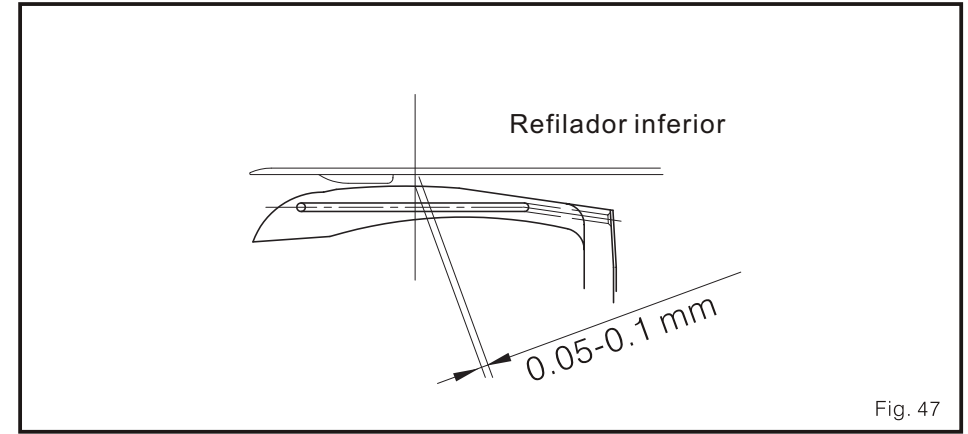

Fig. 47
- (3) O espaço do refilador inferior até a parte superior do looper é de 0.05-0.1 mm. (Fig. 47)